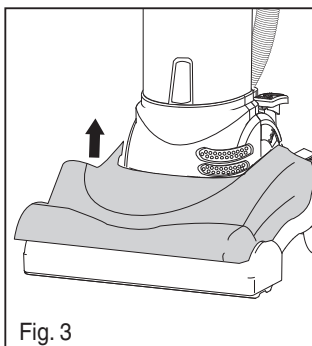

Fig. 3
- 3) Levante y retire la cubierta del cepillo de rodillo (Fig. 3).